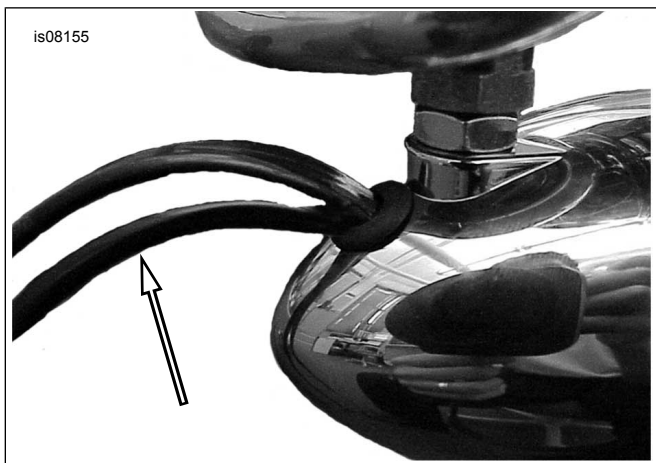

Figura 11. Disposizione del conduttore della luce di sorpasso
11. Vedere Figura 11. Passare il conduttore della luce di sorpasso attraverso l'occhiello dell'indicatore di direzione.